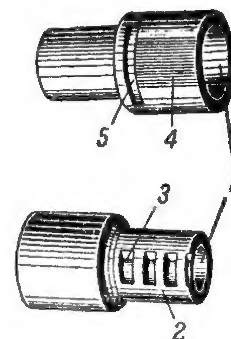

Рис. 16. Втулка ствольной коробки:
17. Втулка ствольной коробки (рис. 16) ограничивает движение затвора назад, удерживает верхний конец защелки в заднем положении, обеспечивая прочное соединение зуба защелки с выступом спусковой скобы, дает возможность протирать и осматривать канал ствола с казенной части. Она имеет: канал для прохода шомпола; задний конец для соединения со ствольной коробкой; поперечные пазы для запора втулки; продольный срез, препятствующий повороту втулки, и